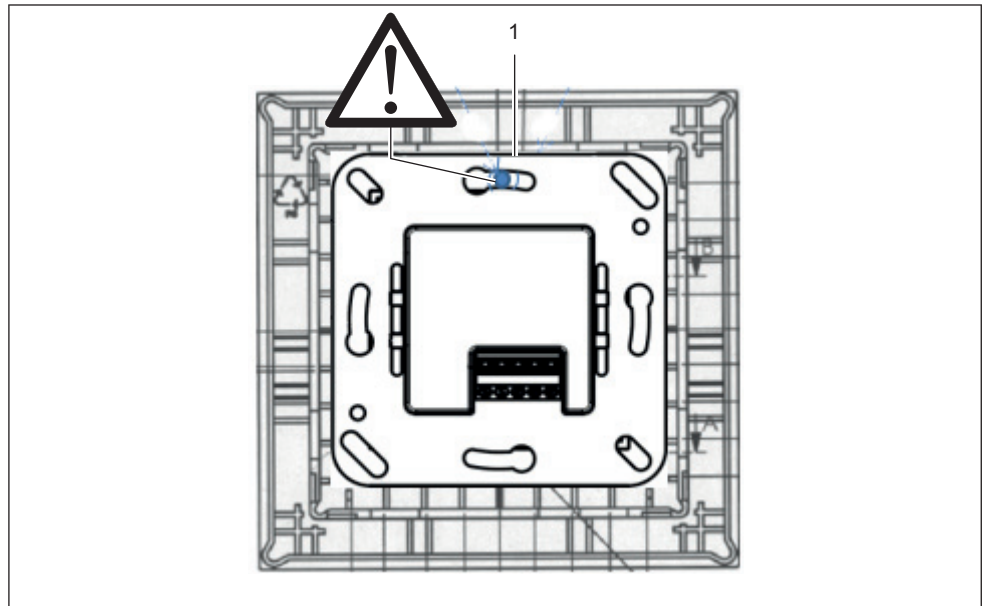

Fig. 19: Inserção do leitor WRU 220 no módulo cego
2. Insira o leitor no módulo cego À FACE COM O TOPO (Fig. 19/1).